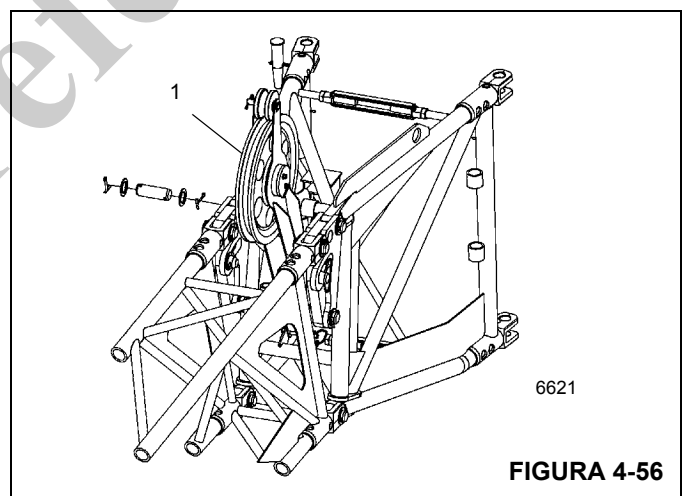

FIGURA 4-56
Na seção de 33 pés (10,1 m), há uma polia defletora na traseira (1) (Figura 4-56). Desdobre a polia defletora se o ângulo de compensação da extensão da lança for de 20° ou 40°.
**NOTA:** Para compensação de zero (0) grau, deixe o conjunto do mastro da polia defletora na posição retraída.